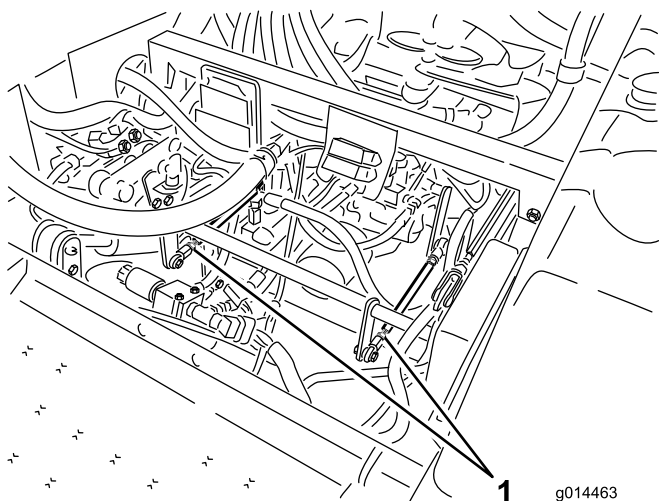

図 38
- 左後タイヤが回転している場合には、左側トランスミッションのコントロールロッドのジャムナットをゆるめる **図 38**。